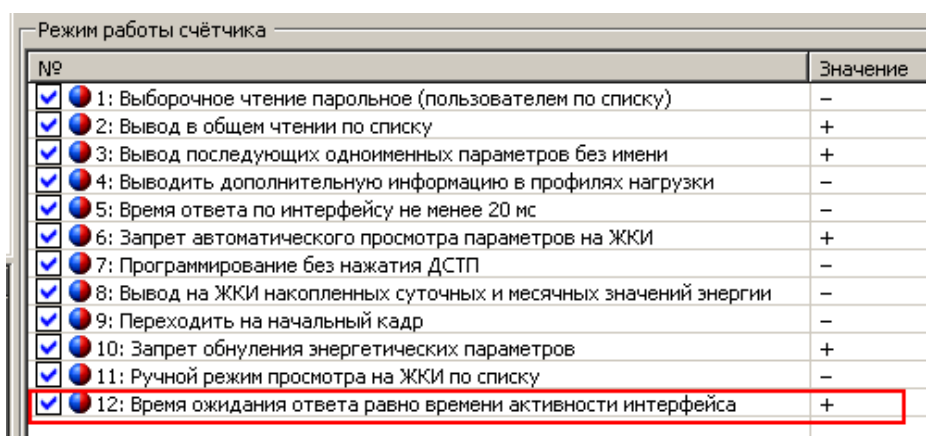

Рисунок 3.5 Режим работы счетчика
Чтением параметра «Режим работы счетчика» (вкладка «Общие») убедиться, что время ожидания ответа равно времени активности интерфейса (см. рисунок 3.5).
3.7.7 Перейти на вкладку «Общие», чтением параметра «Режим работы счетчика» убедиться, что время ожидания ответа равно времени активности интерфейса (см. рисунок 3.5).
3.8.7 Перейти на вкладку «Общие», чтением параметра «Режим работы счетчика» убедиться, что время ожидания ответа равно времени активности интерфейса (рисунок 3.5).
- 3.9.1 Перейти на вкладку «Общие», чтением параметра «Режим работы счетчика» убедиться, что время ожидания ответа равно времени активности интерфейса (см. рисунок 3.5).